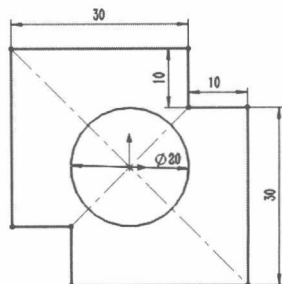

图 1.11 标注尺寸
(4) 单击【智能尺寸】按钮，完成尺寸标注，完成草图绘制，如图 1.11 所示。